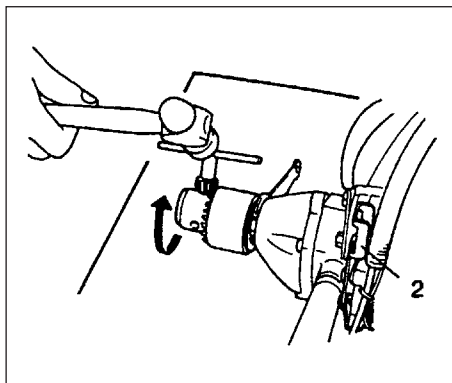

Fig. 2-6B
- desserrer la caresse, régler la clé sur l'autre côté et avoir frappé la poignée de caresse de ce côté pour visser hors (opposé dans le sens des aiguilles d'une montre), la caresse avec le levier de serrure sur. (TED-270PFL/270PFLS/270PFDH/270PFDLS/270PFHS) (Fig. 2-6B)